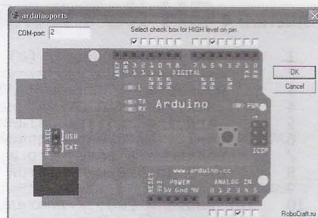

Рис.55
**Программное обеспечение стэнда** состоит из двух частей: компьютерной оболочки и листинга тестовой программы для МК «Arduino». За основу внешнего вида компьютерной оболочки можно взять проекты «Arduinoports» (<http://robocraft.ru/blog/algorithm/108.html>, **рис.55**) и «FirmataVB» (<http://www.acraigie.com/programming/firmatavb/default.html>). Первый из них не проверяет аналоговую часть и пропускает быстрые нажатия кнопки мыши (подкорректированный вариант прошивки для МК приведен в **листинге 5**), а